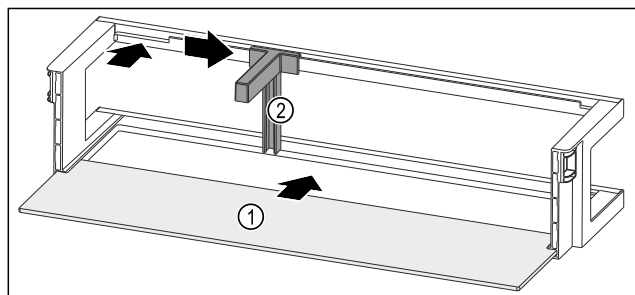

Fig. 98 Balconnet de contre-porte avec tablette de rangement
- Insérer la tablette de rangement Fig. 98 (1) dans les évidements latéraux.
- Insérer le porte-bouteilles Fig. 98 (2) dans l'évidement.
- Pousser le porte-bouteilles Fig. 98 (2) sur le côté en position souhaitée.